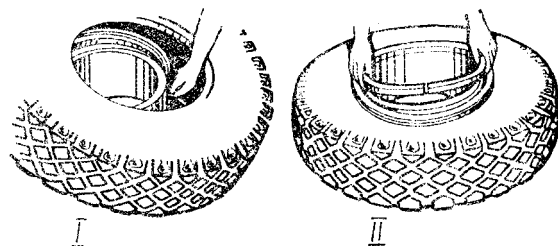

Рис. 234. Монтаж шины
**Для монтажа шины** на обод колеса вложите камеру в покрышку и вставьте ободную ленту, предварительно пересыпав камеру тальком. Подкачайте камеру и заверните золотник. После этого проделайте операцию показанные на рис. 234: